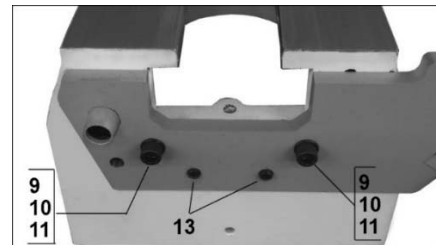

Figura 1
4. Monte el Swing Away en la bancada del torno con los tornillos y las arandelas proporcionados (No. 9/10/11, Figura 1). No apriete todavía.